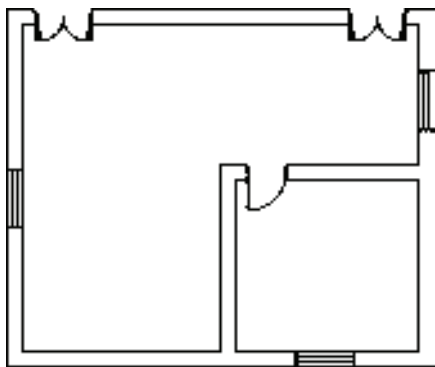

图 5-90 打开素材
1) 按〈Ctrl+O〉组合键，打开配套光盘提供的“第 5 章/5.3.2 门窗编号.dwg”素材文件，结果如图 5-90 所示。